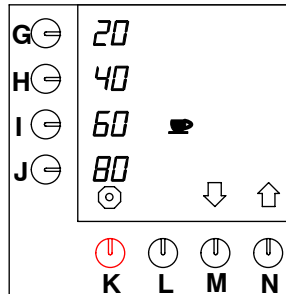

Fig. 25 Regolazione dei tasti di selezione preprogrammati per le tazze
- Premere il tasto di selezione (N.)  $\uparrow$  fino a che sullo schermo viene visualizzato quanto illustrato nella fig. 25 .